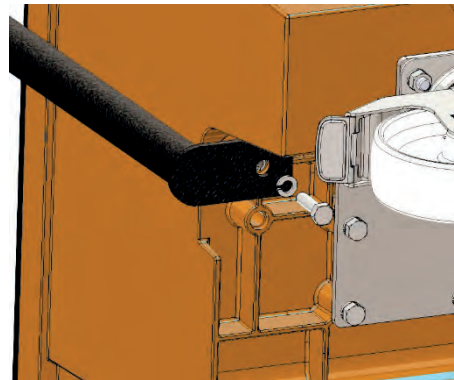

Fig. 4.1.2
- Fije el estribo de desplazamiento con las arandelas y tornillos suministrados (fig. 4.1.2.)